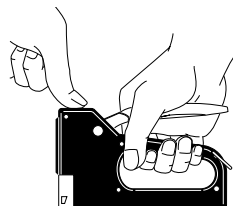

Figura 6
3. Presione firmemente el mango para disparar. No deje que la herramienta salte o se rebobine. *Nota:* es posible una mejor sujeción si el pulgar o la palma de la mano libre presiona libremente contra la cabeza de la herramienta (vea Figura 6).